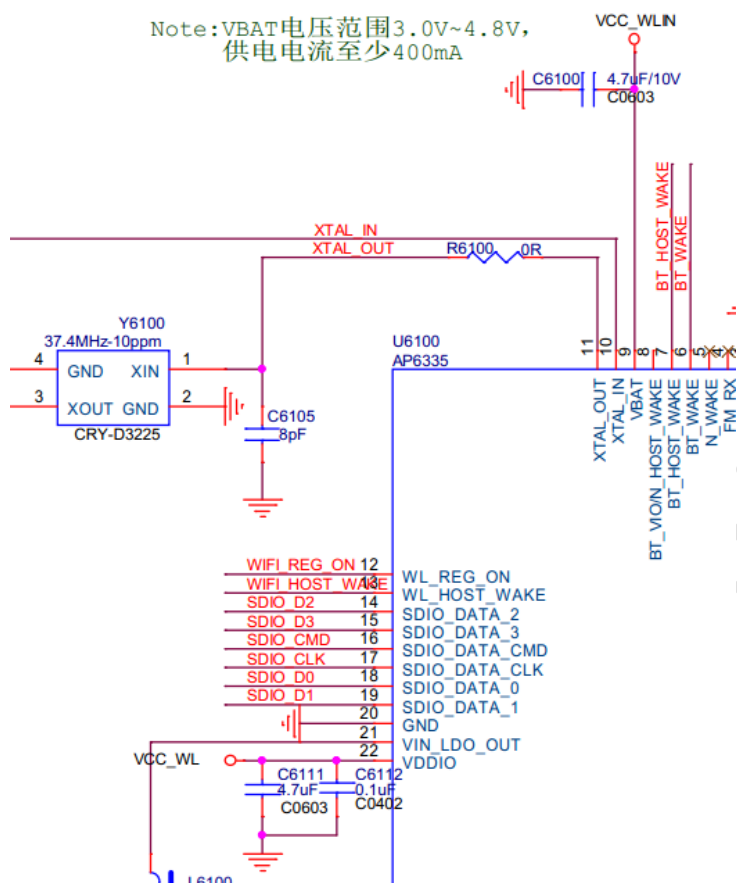

图23-8
- 如图23-8中，模块的VBAT和VDDIO的电源脚4.7uF去耦电容C6100、C6111需靠近模块放置，并尽可能与模块摆放在同一平面。